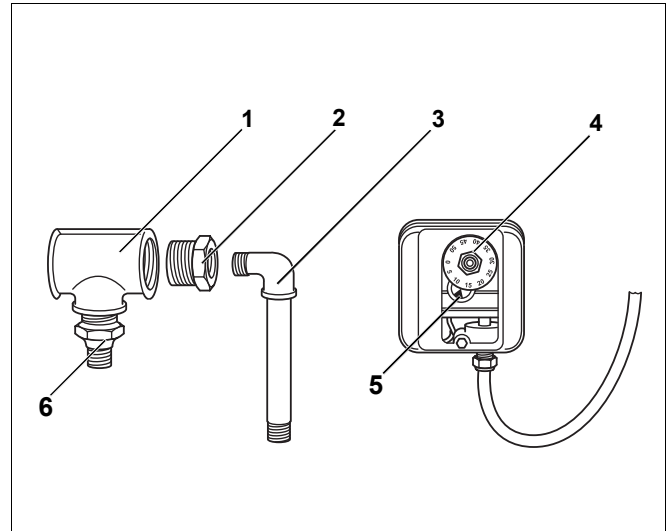

Рис. 1 Объем поставки
- Прибор контроля давления с присоединительным проводом (Рис. 1, поз. 4)
- Переходник для газопровода 1/2" (Рис. 1, поз. 2)
- Тройник (Рис. 1, поз. 1)
- Штуцер (Рис. 1, поз. 6)
- Звено трубопровода с уголком (Рис. 1, поз. 3)
Экспликация к рис. 1
- Проверить установку регулятора на контрольную метку (Рис. 1, **поз. 5**, на стр. 2).